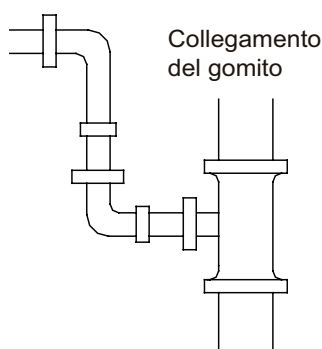

Fig. 4.3.7
- N°2: Collegamento del gomito (Fig. 4.3.7).